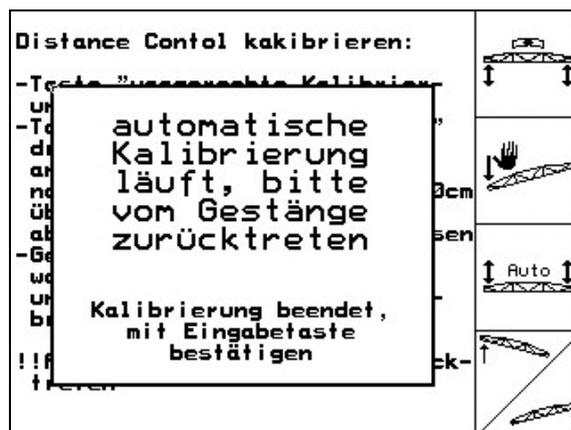

図 20
- 自動キャリブレーションが終了すると、コンピュータが通知します (図 20)。